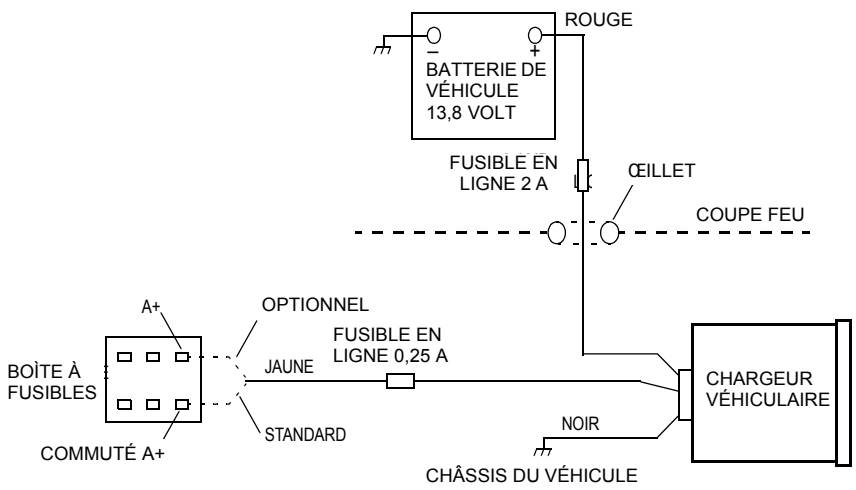

Figure 2 Console du câble
7. Consulter la Tableau 1 et la Figure 2, raccorder le fil rouge (A +) (avec le fusible en ligne) du câble fourni à la borne non commutée sur la boîte à fusibles du véhicule ou directement à la borne positive (+) de la batterie du véhicule. Toujours placer le fusible au plus près de la source d'alimentation que possible.